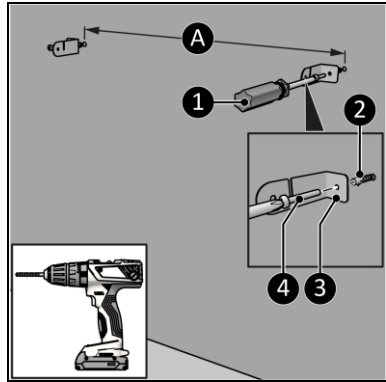

Figur 9
1. Placera enheten på en lodrät och fast yta. Använd ett vattenpass vid uppställningen av enheten (figur 9, pos. 1).
2. Placera enheten med ett minsta avstånd (figur 9) på: